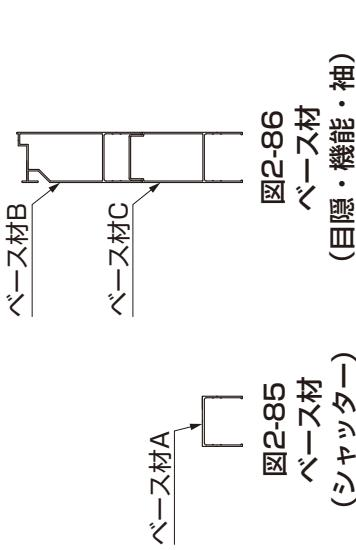
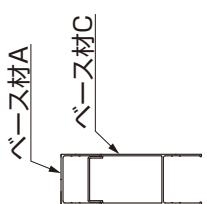
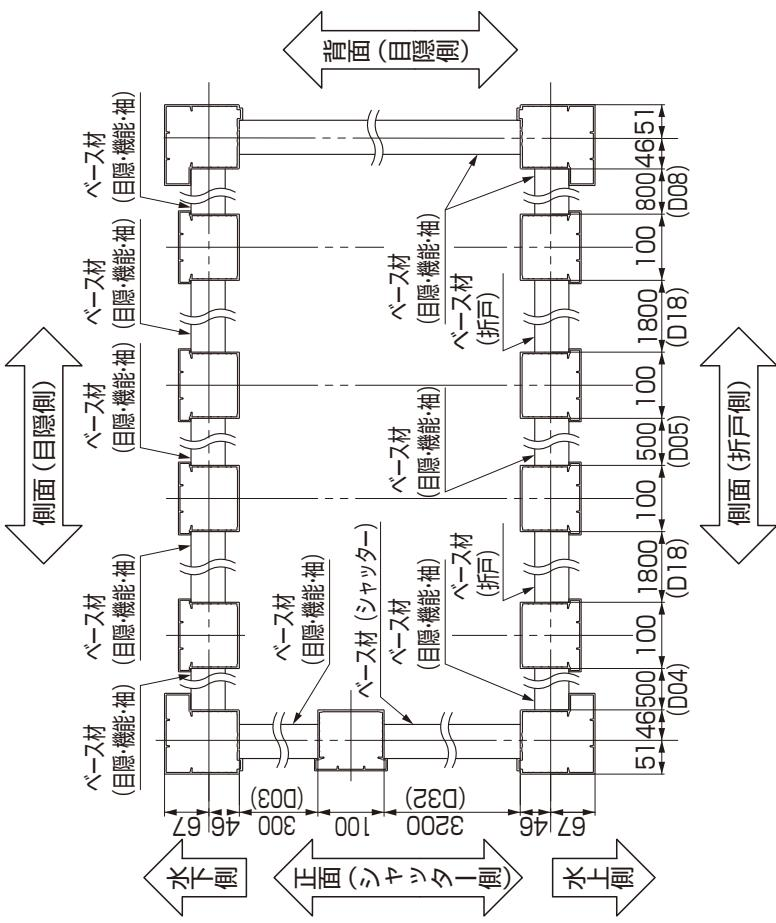

図2-85
図2-86
図2-87
(2) ベース材の配置
①ベース材の配置を確認してください。
- ベース材には種類があります。(図2-85、図2-86、図2-87参照)